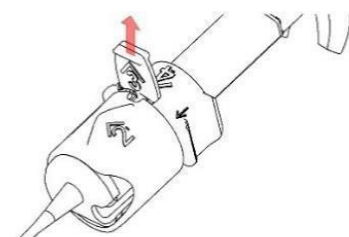

Abb. 2b
6. Entfernen Sie den mit '3' gekennzeichneten roten Stopper, indem Sie diesen nach oben herausziehen (Abb. 2b) und entsorgen Sie ihn